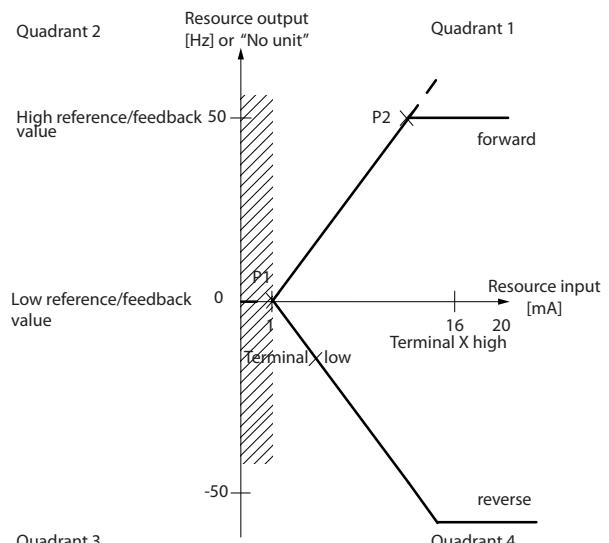

图 2.9 死区大小
死区的大小由 P1 或 P2 定义，如 图 2.9 所示。
- 最小参考值（请参阅表 2.2 了解相关参数）或最大参考值必须为零。换言之，P1 或 P2 必须在图 2.9 的 X 轴上。